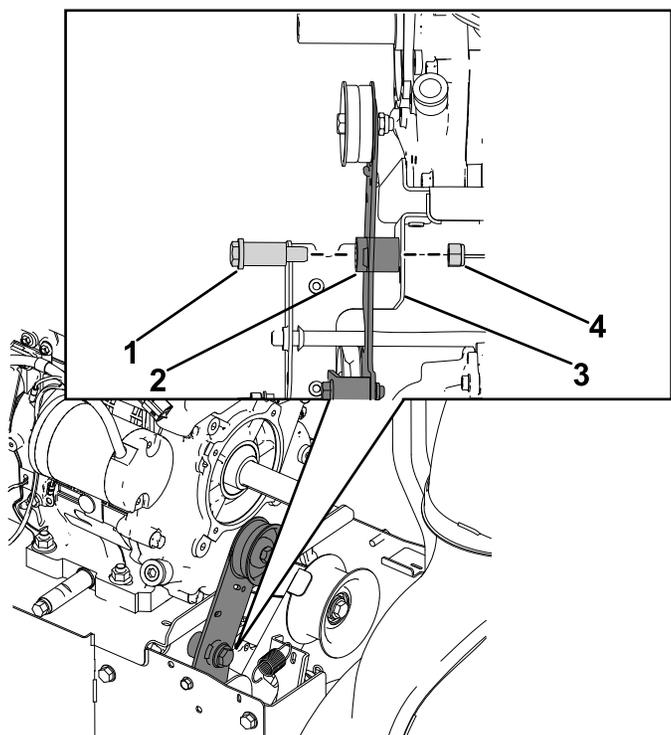

Figura 19
5. Montate il gruppo braccio della frizione di trazione sulla staffa del freno frizione, e fissate con il nuovo bullone con spallamento (7/16" x 1 3/4") e il dado di bloccaggio (7/16") (Figura 19).